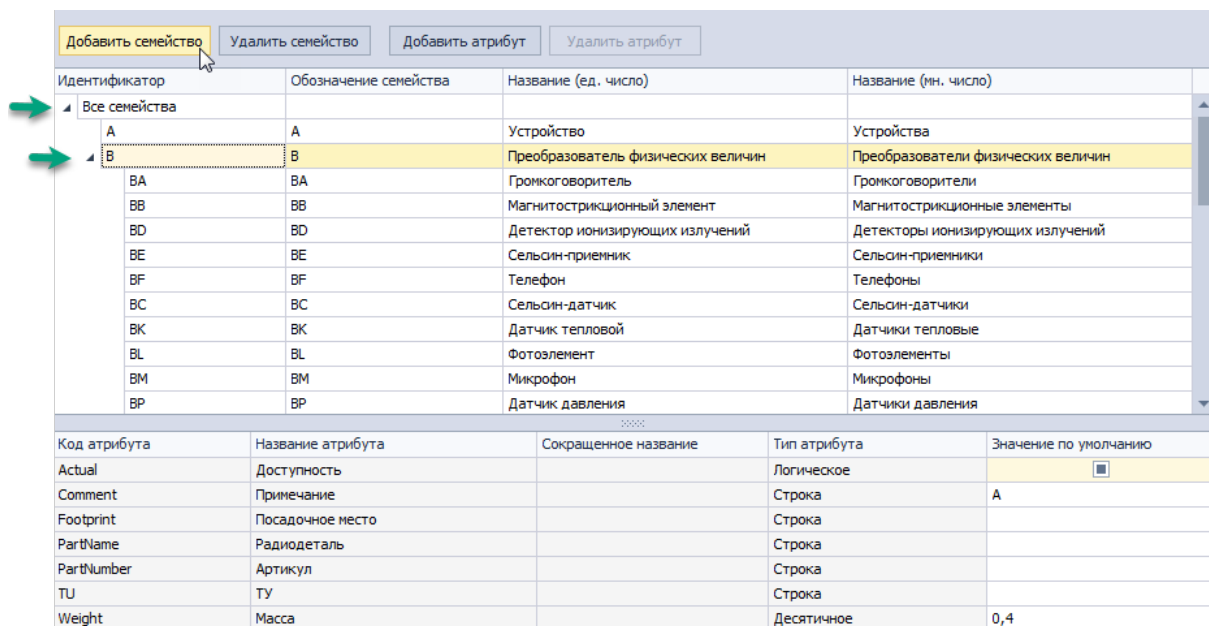

Рис. 27 Выбор уровня для создания семейства
- Выберите уровень, на котором необходимо создать новое семейство (подсемейство), раскрывая дерево семейства до определенного уровня, Рис. 27.